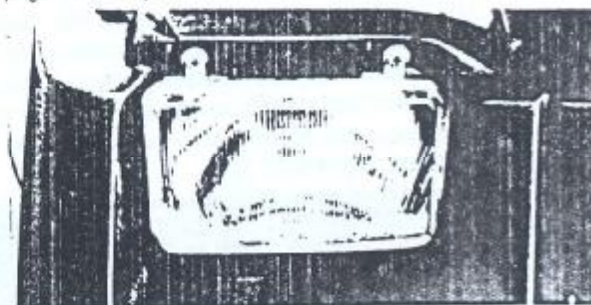

Figura 9.43.9 - Parafusos de ajuste do foco dos faróis
8. Regular o foco dos faróis através dos parafusos de ajuste (Figura 9.43.9).